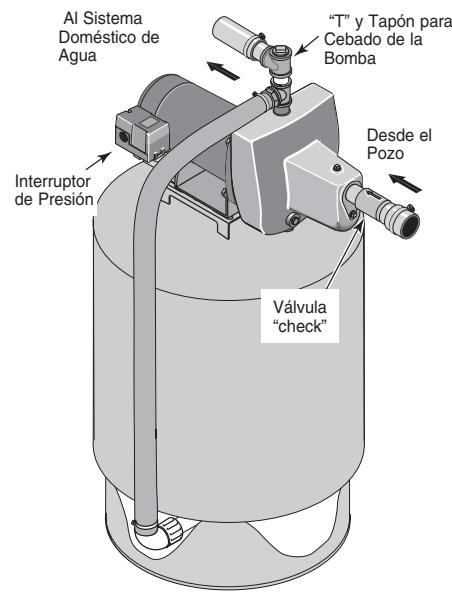

Figura 4: Conexiones del Tanque Pre-cargado
CONEXIÓN PARA TANQUE PRE-CARGADO (Figura 4)
1. Instale dos “T”s en el puerto de descarga de la bomba (Vea la figura 4). El tamaño de la bomba debe de ser por lo menos tan grande como el puerto de descarga.